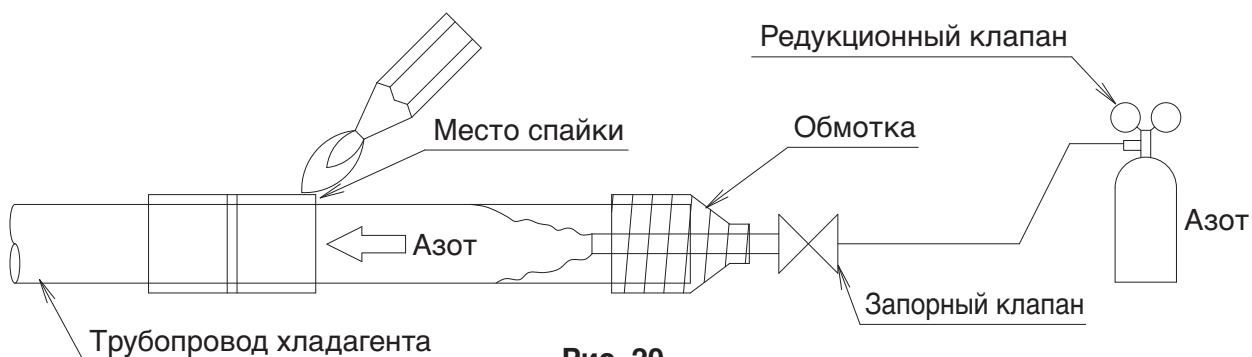

Рис. 20
- \* Перед пайкой трубопровода для хладагента дождитесь, пока азот вытеснит из него воздух. Затем выполните запаивание (ПРИМЕЧАНИЕ 2). (См. рис. 20) После завершения работы по запаиванию, выполните соединение разводки с блоком.